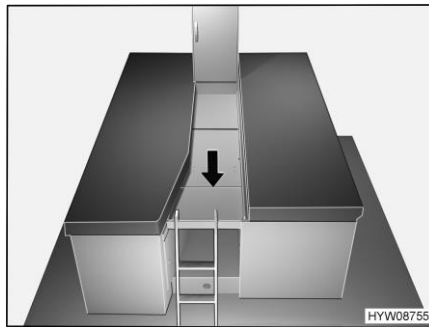

Bild 82 Förbered sängbreddning
- Fäll upp sängbreddningen och lägg den mellan enkelsängarna som det visas på Bild 82.